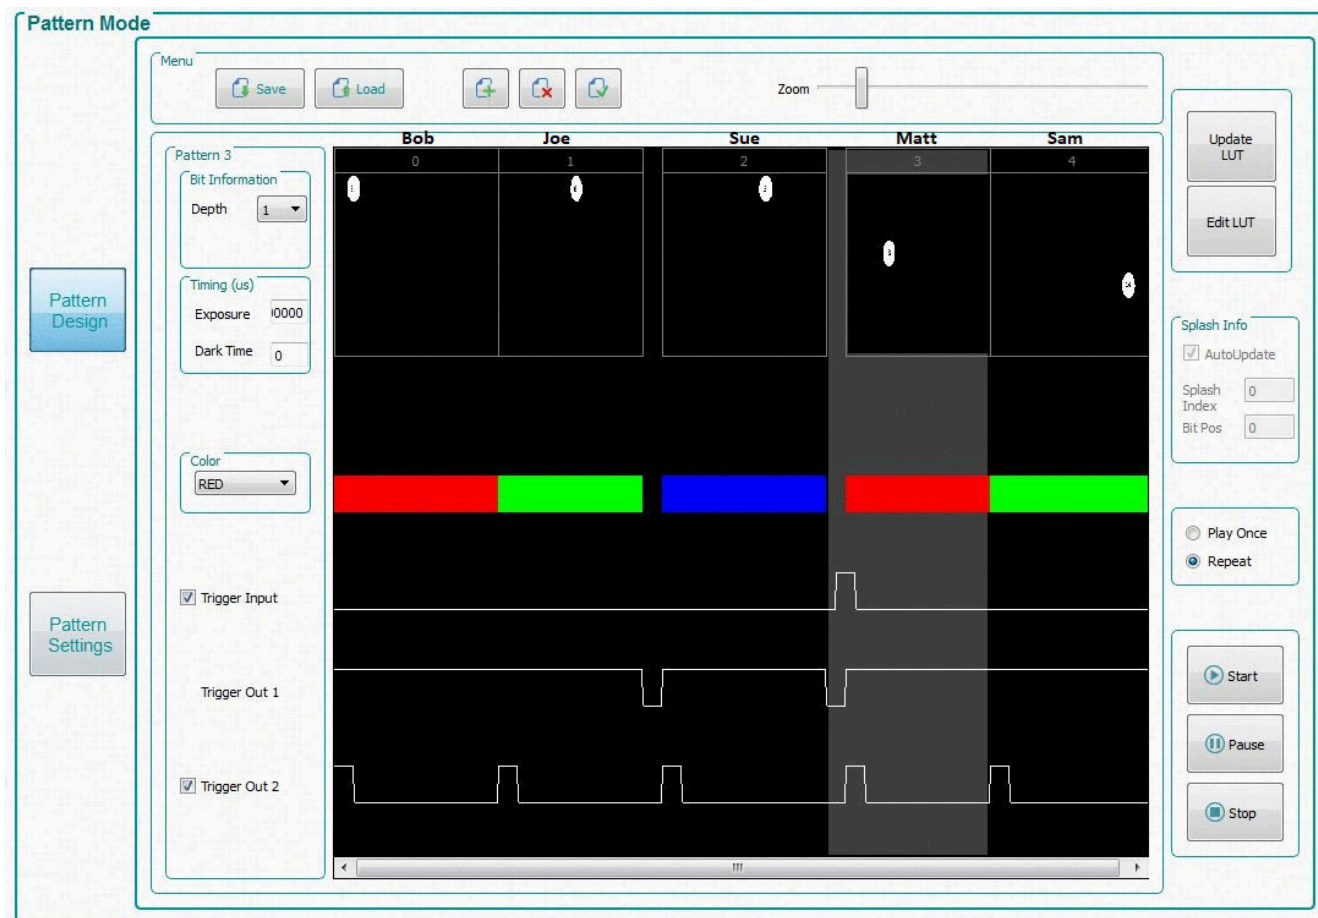
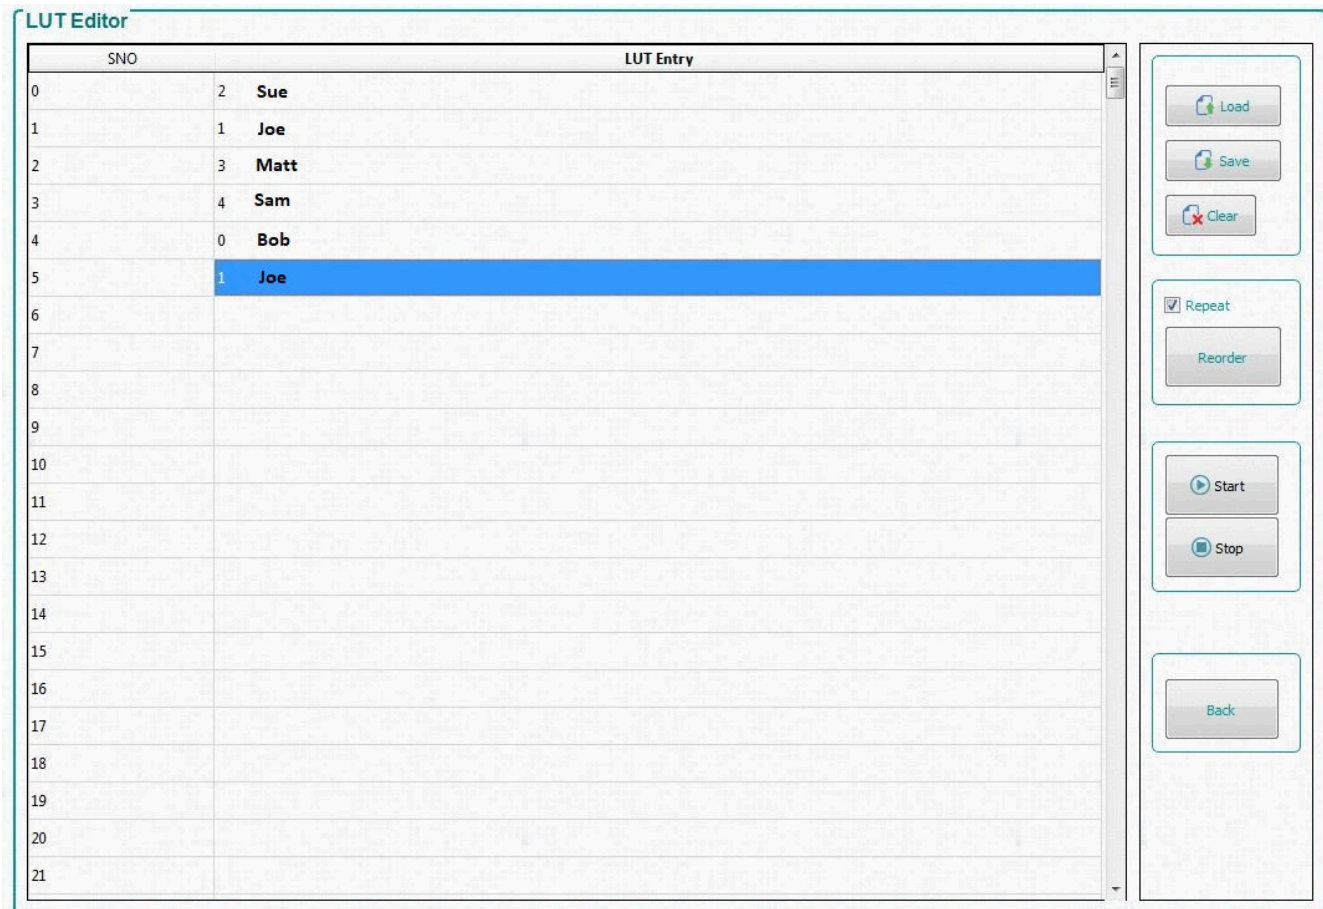
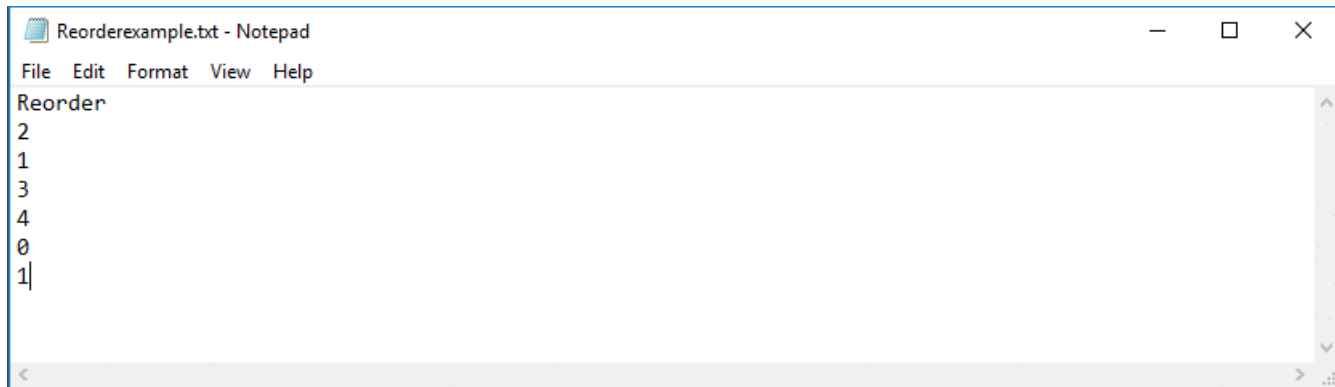

図 7-11. パターンのデザインの例
図 7-12. [LUT Editor] パネル
図 7-13. 順序変更の例
[LUT Editor] パネルを、図 7-12 に示します。ここで、「SNO」(「シーケンス番号」の意味) というラベルの付いた列は、図 7-11 に示す [Pattern Design] タブの ([Update LUT] をクリックした後の) 順序設定に従うパターン表示スロット番号を表します。次に、好きなパターン番号を [LUT entry] 列の行に手動で入力するか、図 7-13 に示すように「Reorder」という単語の後に必要なパターン・スロットの番号が記載されているテキスト・ファイルをロードして、これらのパターンの順序を変更できます。
1. セクション 7.6.2 と同様な手順に従い、図 7-11 に示すように、パターン・オン・ザ・フライ・モードで 5 つのパターンをロードします。
7. 図 7-12 に示すように、[Edit LUT] ボタンをクリックして [LUT Editor] パネルを開きます。このパネルは、最初は空の [LUT Entry] 列で開きます。
8. パターンの順序を変更するには、図 7-12 に示すように [LUT Entry] の行 1 に「2」を入力してから「1」、「3」、「4」、「0」、「1」と順に入力します。
13. テキスト・ファイルが保存された場所を参照し、図 7-13 に示すようにテキスト・エディタ・プログラムでファイルを開きます。
GUI インターフェイスを使用するとき、各パターンには、元の LUT 順序で挿入されたスロットに対応する複数の情報の項目が含まれます。このため、パターンの順序を LUT 内の別のスロットに変更すると、元の割り当てビット情報、タイミング (露出時間とダークタイム)、LED の色、トリガ情報は保持されますが、LUT 内で再割り当てされたスロットにある情報は保持されません。たとえば、図 7-11 でパターン 3 にユーザーの実行を開始するトリガ入力が含まれており、図 7-12 に示すようにスロット 2 に順序変更された場合、トリガ入力は LUT のスロット 0 ではなく、スロット 3 にあります。
[Edit LUT] 機能については、図 7-11 のパターンの上に示されているように、各パターンに名前を付け、野球の打順のように考えると理解しやすくなります。[SNO] 列にあるスロットの順序の番号は新しい打順で、[LUT Entry] 列に挿入されるパターンは打者だと考えてください。たとえば、Bob は打順が何番でも、バッティングに関するデータ (ビット情報、タイミング、色、トリガ) は変化しないため、最初の打順が 1 番 (図 7-11 のスロット 0) から、新しい打順の 5 番 (図 7-12 で順序が変更された LUT エントリ 4) に移動されても、Bob のプロパティは変化しません。唯一の違いは、Bob の前にいる 4 人の打者 (パターン) (Sue、Joe、Matt、Sam) の打順が終了するまで、Bob の打順にならない (表示されない) ことです。この例で、新しい打順では Joe が 2 回打席に立つ (SNO 2 と 5) ことにも注目してください。Joe は 1 人しかいませんが、新しい打順では 2 回打席に立ちます。同様に、元のパターン・リスト内のパターンは、DLPC900 のメモリ内のパターンを追加または削除することなく、順序が変更された表示 LUT 内で、多くの場所で表示可能です。このため、システム・メモリが変更されるのは [Update LUT] 機能を使用したときだけで、図 7-11 の [Edit LUT] (順序変更) 機能では変更されません。